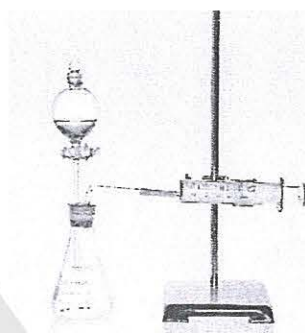

图 2-1 测定锌与硫酸反应速率的装置
(1) 按图 2-1 所示组装实验装置。在锥形瓶内放入 2 g 锌粒，通过分液漏斗加入 40 mL 1 mol/L H_2SO_4 溶液，测量并记录收集 10 mL H_2 所用时间。
(2) 如果用 4 mol/L H_2SO_4 溶液代替 1 mol/L H_2SO_4 溶液重复上述实验，所用时间会增加还是减少？请通过实验验证，并解释原因。